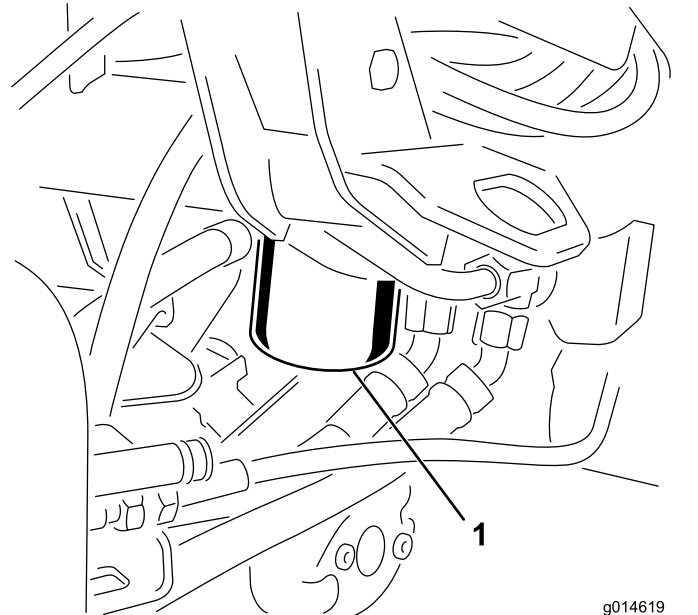

Bild 42
1. Reinigen Sie den Anbaubereich des Filters (Bild 42). Stellen Sie eine Auffangwanne unter den Filter und entfernen den Filter.